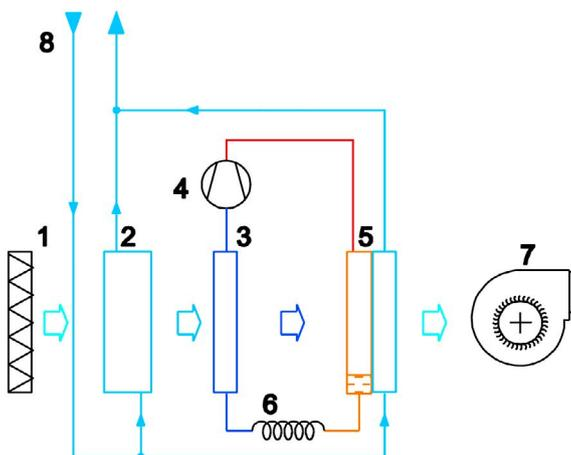

Fig. 1 Schema del deumidificatore
In fig. 1 è schematizzato il funzionamento, denominato ad aria neutra. L'aria, filtrata attraverso la sezione filtrante (1), subisce un preraffreddamento tramite lo scambiatore ad acqua refrigerata (2) proveniente dal collettore dell'impianto radiante(8). L'utilizzo dell'acqua refrigerata per preraffreddare l'aria è fondamentale per l'efficienza del processo, perché in questo modo è possibile rendere minimo l'impegno di potenza elettrica del compressore frigorifero (4).